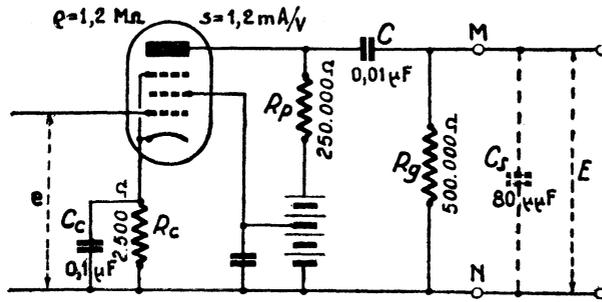

Figure 5
3. — Avant de résoudre ce problème, comment nous par faire un schéma de l'étage amplificateur, en portant les notations et les valeurs numériques (fig. 5).
Or, aux fréquences élevées, l'étage d'amplification se comporte comme l'amplificateur aux fréquences moyennes, aux bornes de sortie duquel on branche la capacité de sortie de 80 pF, les bornes étant figurées en M et N sur la figure 5. Par suite, la tension E sera la tension de sortie aux fréquences moyennes, soit :